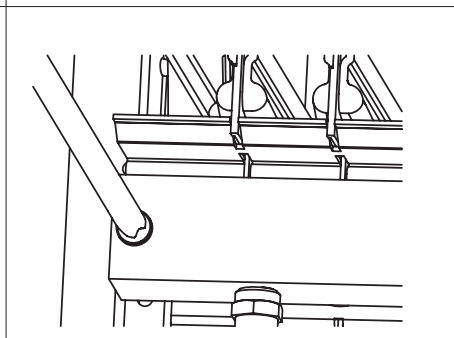

fig. 10
- Svitare le viti che tengono in posizione il diffusore (fig. 10)